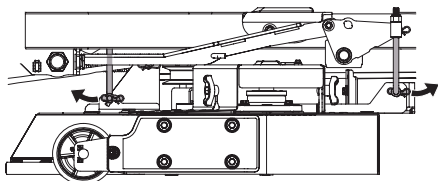

Figura 52
8. Extraiga el pasador de chaveta del extremo de la horquilla inferior de cada varilla de ajuste de altura de la plataforma. Hay uno al frente y uno atrás de cada lado de la plataforma (Figura 52) (se muestra lado izquierdo).